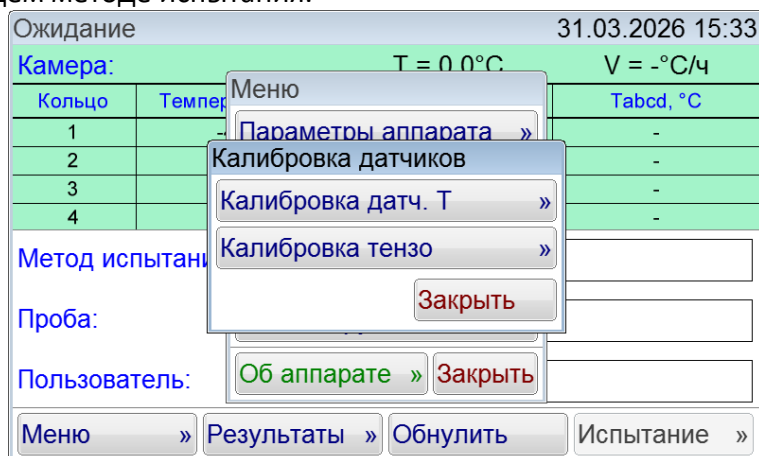

Рисунок 39 – Окно «Калибровка датчиков»
- 2) Ввести пароль «37201». Откроется окно (см. рисунок 39). Пароль вводится с целью разблокировки возможности проведения калибровки. Каждая калибровка реализована в соответствующем методе испытания.
- 12) Ввести пароль «37201». Откроется окно (см. рисунок 39).
- 2) Ввести пароль «37201». Откроется окно (см. рисунок 39).